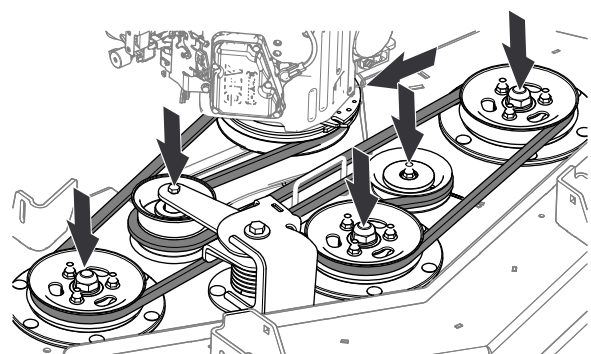

Figura 79
2. Dirija la correa, tal y como se muestra en la Figura 79.